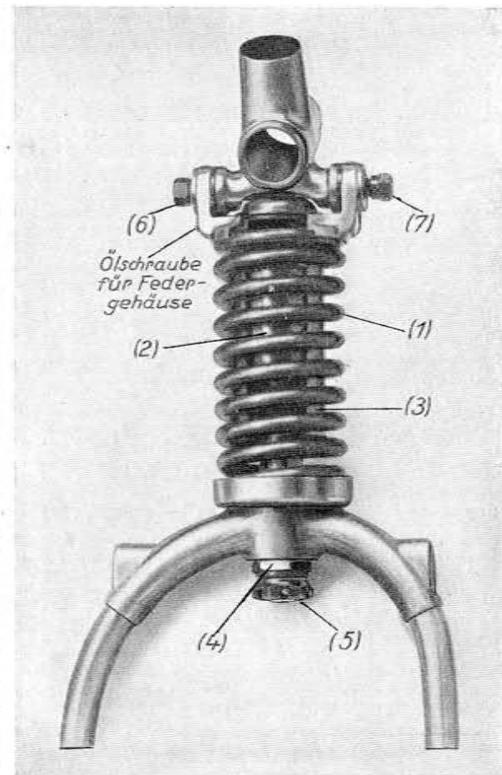

Abb. 30.
Die Hinterrahmenfederung (siehe Abb. 30) wird durch ein selbstschmierendes Doppelfederaggregat besorgt, das zwischen Hintergabel u. Sattelrohrmutter sitzt.
**8. Oelschraube für Federgehäuse.** (Siehe auch Abb. 30.) Die NSU-Rahmenfederung wird durch ein selbst schmierendes Doppelfederaggregat besorgt, das zwischen Hintergabel und Sattelrohrmutter sitzt. Der innere obere Teil des Federgehäuses wird beim erstmaligen Zusammenbau des Motorrades vollständig mit Fett angefüllt. Durch die Auf- und Abwärtsbewegungen des mit der Hinterradgabel verbundenen hohlen Federführungsbolzens wird nun das Fett, da es durch den im Federgehäuse laufenden Zylinder seitlich nicht entweichen kann, in die Höhlung des Bolzens gepreßt, um von hier aus durch kleine Seitenkanäle nach den Schmierstellen der im Innern des Federgehäuses liegenden Gegen-druckfeder zu gelangen. Diese erstmalige Füllung reicht für ein halbes Jahr vollständig aus und erst von diesem Zeitraum ab, wo das Fett zum Teil verbraucht ist, hat eine regelmäßige Nachschmierung in Abständen von **2—3 Wochen** zu erfolgen. Man löst zu diesem Behufe die oberhalb des Federgehäuses angebrachte Schlitzölschraube und füllt mit dickem Schmieröl nach.